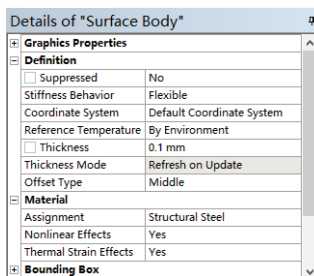

图 14-4 模型细节窗口
4) 在 Details of “Surface Body” 细节窗口中设置 Thickness 为 0.1mm, 设置面实体的厚度为 0.1mm, 如图 14-4 所示。